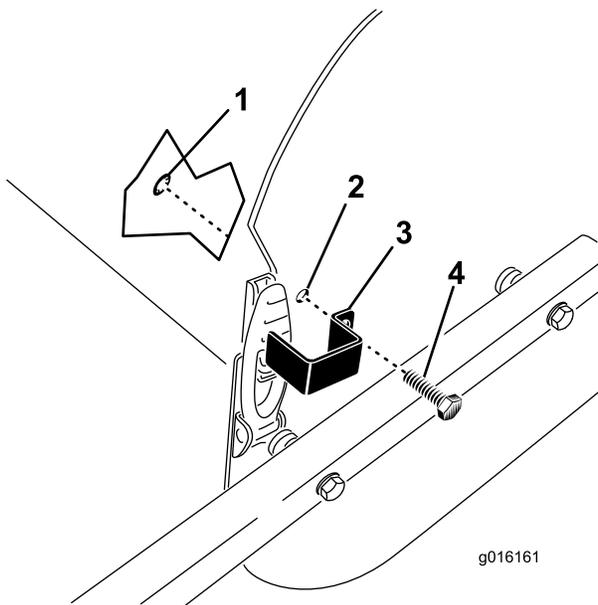

Figura 31
1. Coloque la pletina del cierre sobre el cierre del capó alineando el taladro de montaje con el taladro de la chapa lateral (Figura 31).
2. Sujete la pletina del cierre a la chapa lateral con un perno de rosca completa y un anillo de retención (Figura 31).